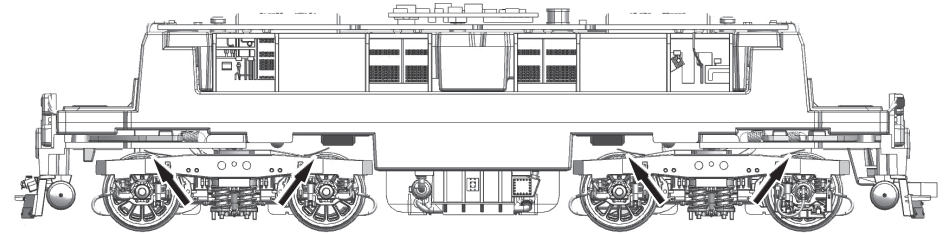

Fig. 9
3. Haftreifenwechsel: Zuerst den Getriebedeckel abnehmen (Fig. 4). Danach den **Radsatz** herausnehmen und die **Haftreifen** mit einer Nadel od. mit einem feinen Schraubendreher abziehen (Fig. 9). Beim Aufziehen der neuen Haftreifen darauf achten, dass diese sich nicht verdrehen.
3. Change of traction tyre: Remove the gear cover (fig. 4). Take out **wheel set** and remove **traction tyre** using a pin or a fine screwdriver (fig. 9). When pressing on the new traction tyre please **avoid twisting it**.